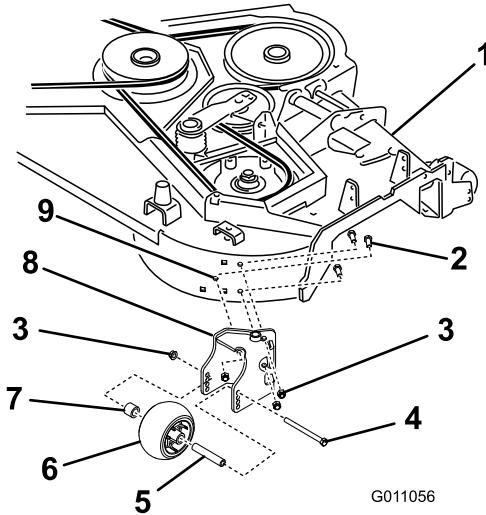

Bild 6
5. Befestigen Sie den neuen Gebläsedrehzapfen mit drei Schrauben (3/8" x 1") und drei Sicherungsmuttern (3/8") in den gebohrten Löchern (Bild 6).
6. Befestigen Sie die Antiskalpierrolle mit dem vorher entfernten Achsbolzen (3/8" x 4-1/2"), Distanzstück, der Buchse und Bundmutter (3/8") am Gebläsedrehzapfen (Bild 6).